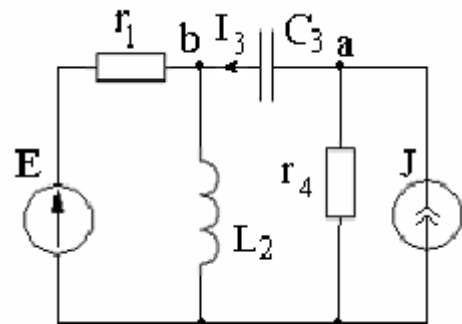

Рис. 70
48. Определить ток в третьей ветви методом эквивалентного генератора, если $J=1$ А, $E=1$ В, $r_1 = x_{C3} = x_{L2} = r_4 = 1$ Ом и известно, что ток источника тока опережает ЭДС на 90° (рис. 70).